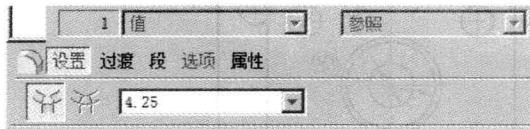

图 1-18 倒圆角命令状态栏
(2) 倒圆角 单击倒圆角命令，在命令状态栏（图 1-18）下选取倒圆角的边（若圆角半径相同且是多边倒角，可用 $<Shift>$ 键复选）输入半径值，点击“确定”按钮即可完成。